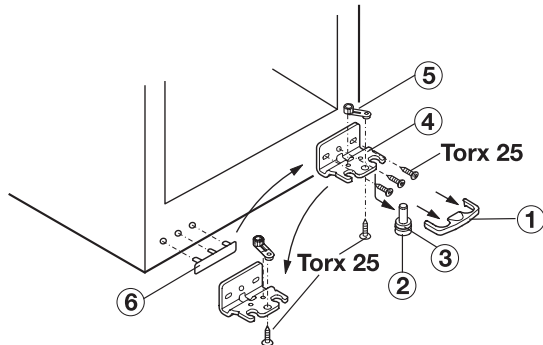

Fig. 1
- Retirez le couvercle fig.1 (1) du bas vers l'avant.
- Retirez le pivot fig.1 (2) vers le bas et vers l'avant.
- Prenez garde à la bague de la charnière fig. 1 (3).
- Dévissez le support de palier fig.1 (4)
- Dévissez la pièce du palier fig.1 (5) et placez-le dans le logement opposé, vissez-le fermement.
- Soulever l'habillage côté poignée fig. 1(6) et posez-le.
- Vissez à nouveau le support de palier fig. 1 (4) sur le nouveau côté de la charnière.
- Remplacez le pivot fig. 1 (2) du bas à l'aide du manche de la charnière fig. 1 (3) dans le support de palier et le palier de la porte.
- Eventuellement, positionnez la porte au-dessus des deux bagues longitudinales dans le support de palier fig. 1 (4) en alignement avec le boîtier de l'appareil, puis serrez les 3 vis fermeture.
- Insérez à nouveau l'habillage de la fig. 1 (1).